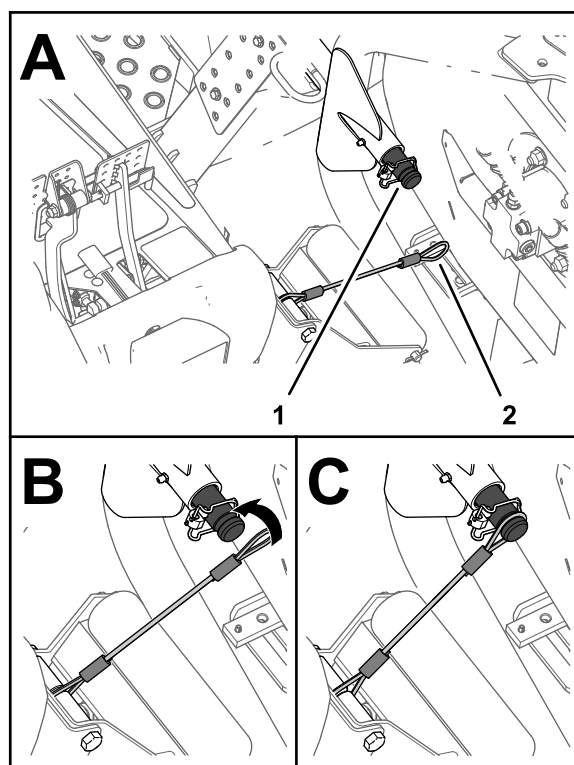

Figura 65
5. Alinhe o cordão com o eixo de suporte do braço de elevação para a unidade de corte que se move para fora (**Figura 65**).
6. Passe o laço no cordão por cima do eixo de suporte até que o cordão fique posicionado na ranhura do eixo (**Figura 65**).